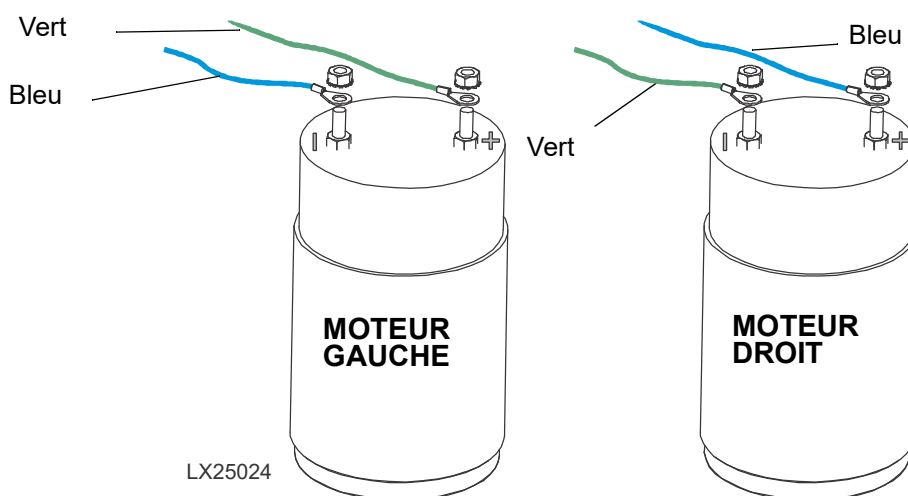

FIG. 3-18
- d. Placez les cosses à anneau des fils sur les bornes du moteur comme indiqué sur la Fig. 3-18.